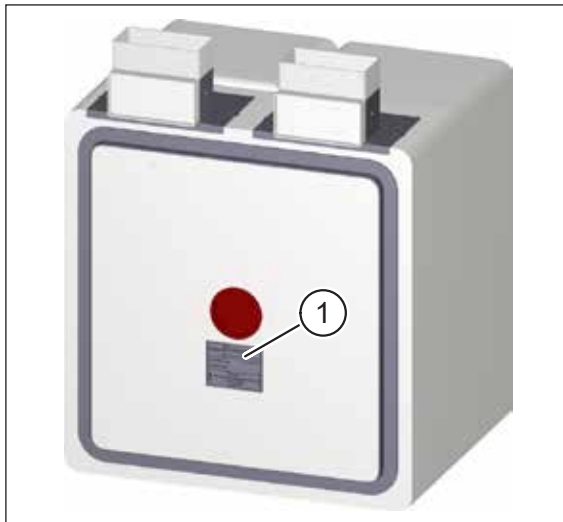

Abb. 3: Typenschild auf Putzschutzdeckel
- auf dem Putzschutzdeckel (Pos. 1 in Abb. 3)